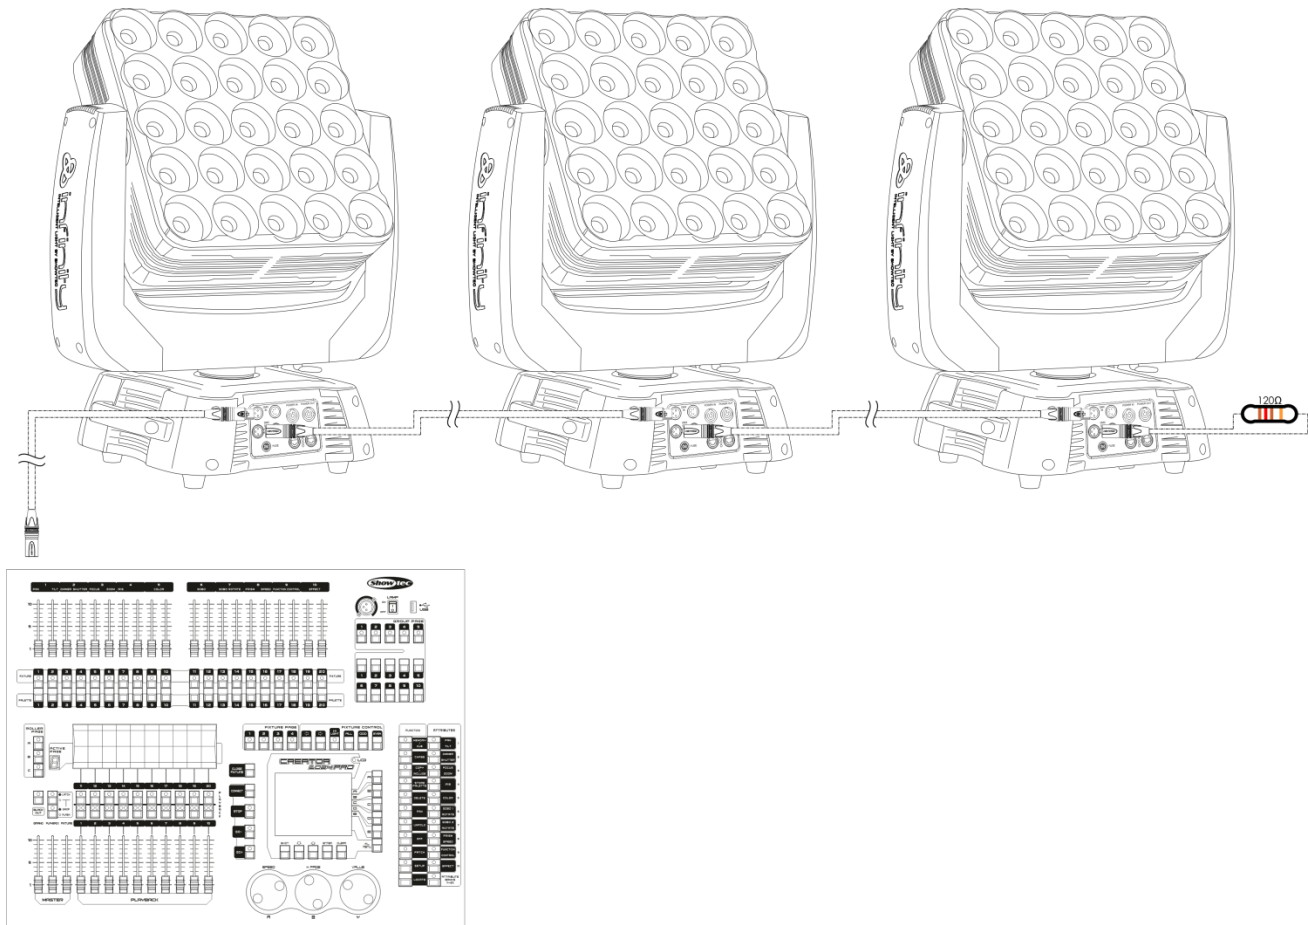

Fig. 04
- 04) Conecte las unidades entre ellas como se indica en la Fig. 04. Conecte un cable de señal DMX que vaya desde el conector DMX OUT(salida) de la primera unidad al conector DMX IN (entrada) de la segunda unidad. Repita este proceso para interconectar las unidades segunda, tercera y cuarta.